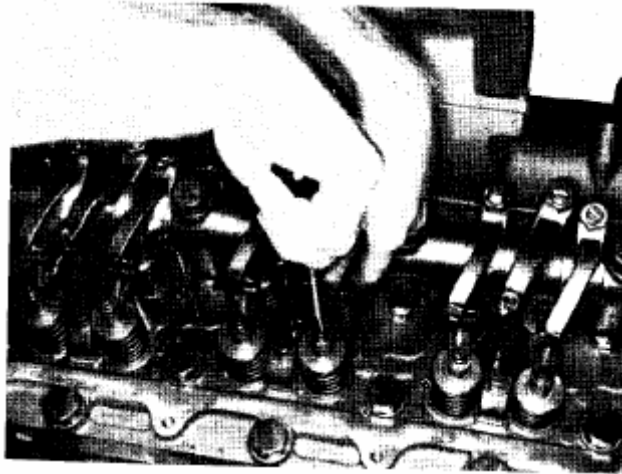

Рис.2-40 (V51490). Регулирование крейцкопфа - V903
2. Прикладывая небольшое усилие, надавите пальцем на коромысло и приведите крейцкопф в соприкосновение со штоком клапана (без регулировочного винта). Рис.2-40